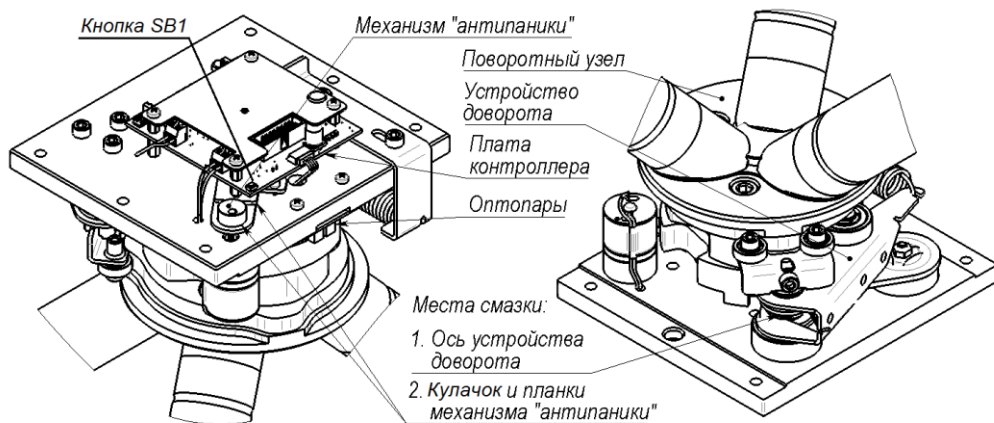

Рис.8 Расположение узлов и деталей трения. Места смазки
В случае, если фиксации планок не происходит (механизм «антипаники» разрегулировался), необходимо повторно с пульта управления включить режим «Антипаника» и после этого установить планки в рабочее положение. При отсутствии пульта, на плате контроллера турникета предусмотрена кнопка SB1 (см. рис.8, 9). Короткими нажатиями кнопки SB1 необходимо отрегулировать механизм «антипаники» - привести кулачок в положение согласно рисунку справа.
- выполните смазку следующих узлов трения (см. рис.8), смазка – «Литол» или аналогичная: